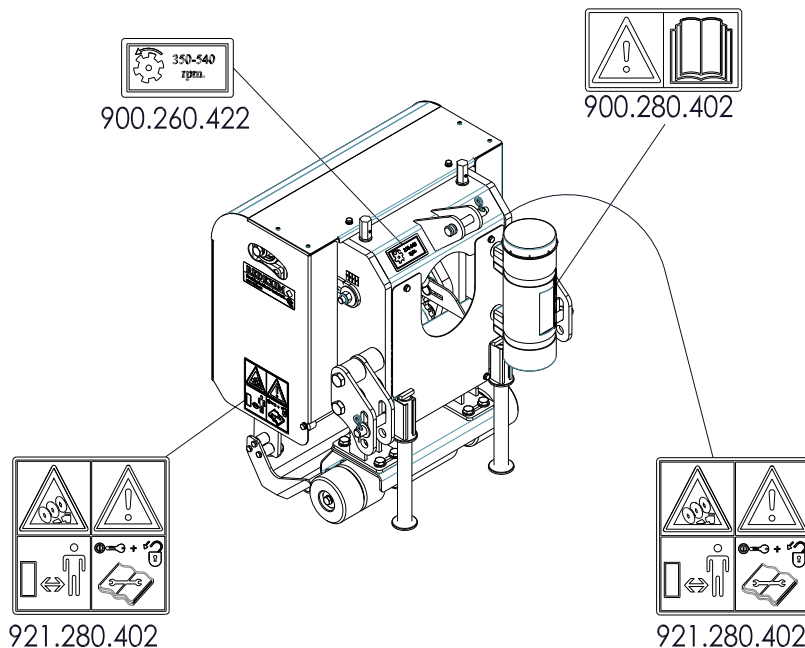

Abb. 5
An beiden Seiten des Turf-Cutters befinden sich Sicherheitsaufkleber (Abb. 5) auf der Seitenverkleidung mit gleichlautender Bedeutung. Diese Sicherheitsaufkleber müssen stets gut sichtbar und lesbar sein. Wenn sie beschädigt sind, müssen sie ersetzt werden.
(7) Position der Sicherheitsaufkleber. (Abb. 5.)